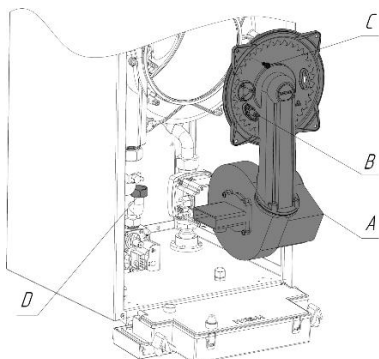

Рис. 15.
- выполнить демонтаж передней крышки котла и демонтаж передней крышки камеры сгорания вместе с горелкой и вентилятором А, В, С (рис. 15);